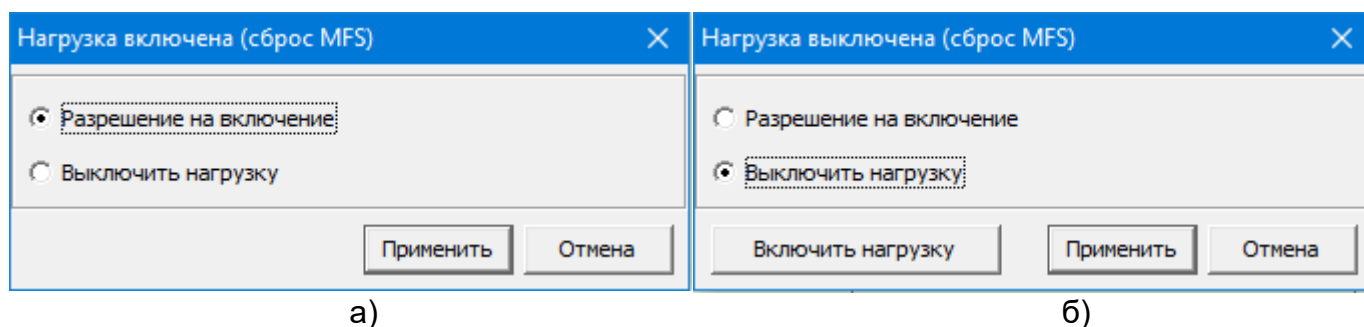

Рисунок 6 – Внешний вид окна включения / выключения нагрузки
3.3.2 При помощи программы «OWMU» ([www.strumen.com](http://www.strumen.com), [www.strumen.by](http://www.strumen.by)) через любой интерфейс также можно управлять реле. После выбора пункта меню, представленного на рисунке 5, появляется окно (рисунок 6 а). При отсутствии связи со счетчиком появится сообщение об ошибке. В заголовке окна выведен статус текущего состояния реле: «Нагрузка включена». Для отключения нагрузки нужно выбрать пункт «Выключить нагрузку» и нажать кнопку «Применить».
3.3.3 Чтобы включить реле в окне (рисунок 6 б) необходимо нажать кнопку «Включить нагрузку». Появляется предупреждение об опасности поражения электрическим током. Убедившись, что опасности нет, нажать кнопку «ОК». Команда включения реле выполняется. Если нет уверенности в отсутствии опасности, можно отправить счетчику команду разрешения на включение. Для этого необходимо выбрать пункт «Разрешение на включение» и нажать кнопку «Применить» (рисунок 6 б). Теперь можно включить реле при помощи модуля отображения информации.